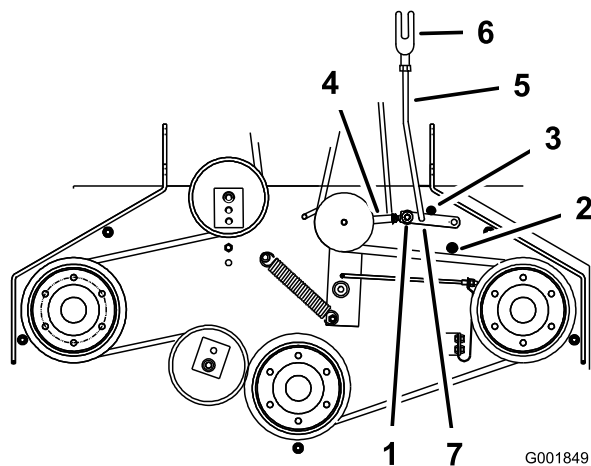

Figure 58
5. Vérifiez que le bras d'assistance est en appui contre la butée arrière sur le tablier (Figure 58).
7. Le bras d'assistance doit toucher la buté avant sur le plancher. Dans le cas contraire, réglez le levier coudé pour le rapprocher du renfort (Figure 58).
8. Pour ajuster la biellette du bras d'assistance, enlevez la goupille fendue du bras d'assistance (Figure 58).
11. Installez la biellette dans le bras d'assistance et fixez-la avec la goupille fendue (Figure 58).